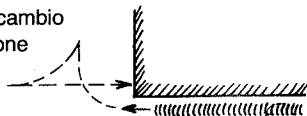

Fig. 19
b) Lavoro trasversale sui pendii (Fig. 19)